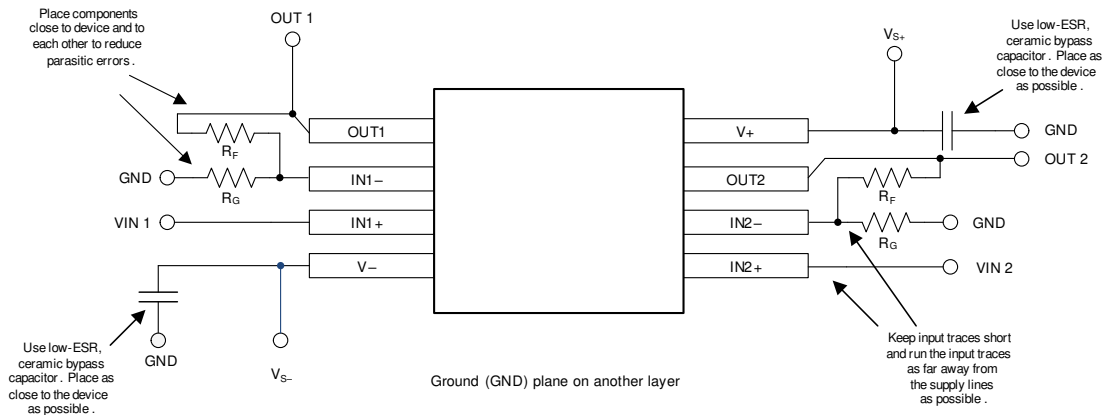

图 10-2. 布局示例
- 外部元件的位置应尽量靠近器件，如图 10-2 中所示。使 R_F 和 R_G 接近反相输入可最大限度地减小寄生电容。